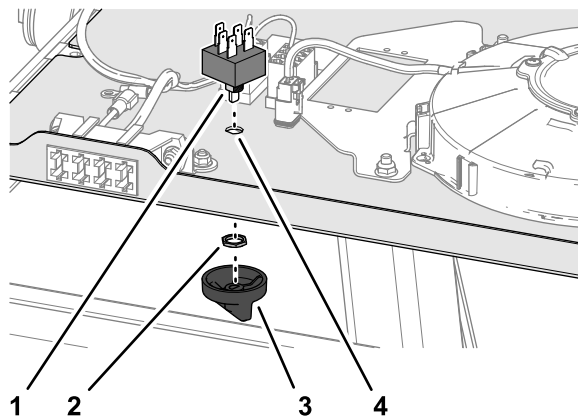

Рисунок 5
- Совместите плоскую грань наружного вала переключателя вентилятора с Д-образным отверстием в панели переключателя (Рисунок 5).
- Вставьте вал переключателя вентилятора в отверстие в панели и зафиксируйте переключатель зажимной гайкой (Рисунок 5).
- Совместите Д-образное отверстие в ручке с плоской гранью внутреннего вала переключателя вентилятора (Рисунок 5).
- Наденьте ручку на переключатель до ее полной посадки (Рисунок 5).